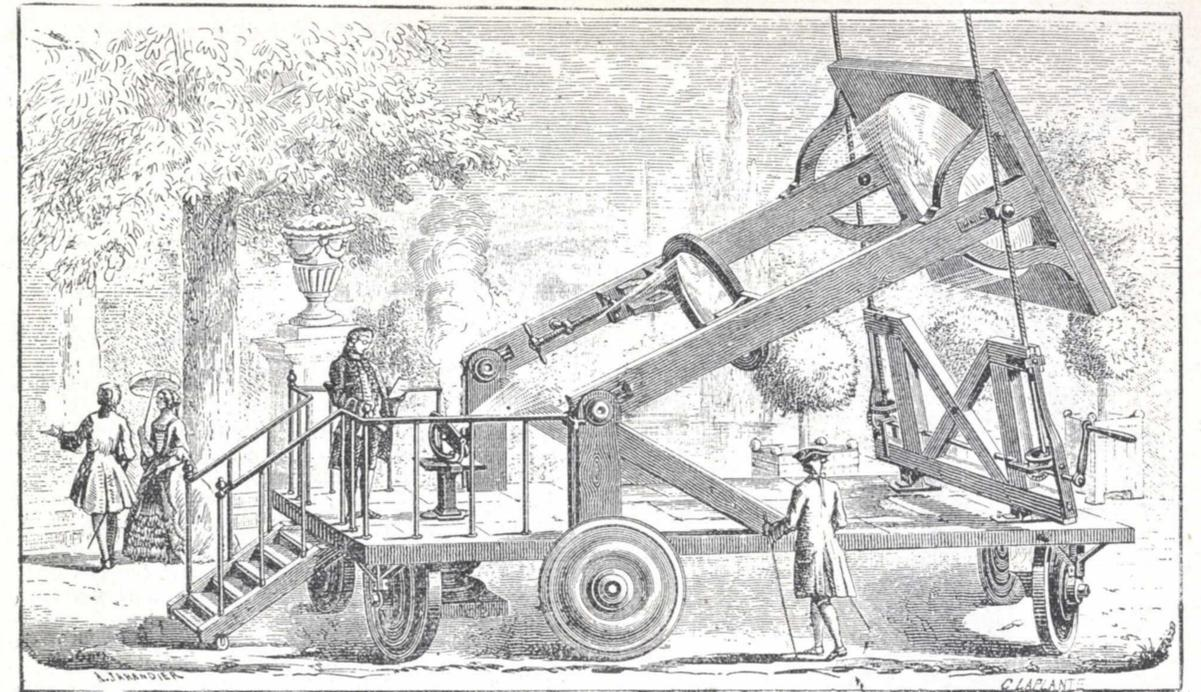

Fig. 1. — Gran lente costruita dal Bernières (dalle Opere di Lavoisier).
Cosicché, come si costruirono dei grandi specchi, si fece per le lenti, aiutandosi però con artifici. Mediante due dischi di vetro leggermente convessi riempiti d'acqua, il naturalista Buffon ottenne una gran lente. Anche il fisico Bernières e l'intendente Trudaine, ottennero, nello stesso modo, una lente di oltre un metro di diametro, ma invece di acqua adopraron alcool. Essi, concentrando il fuoco con un'altra lente di minor dimensione, riuscirono a fondere facilmente il ferro e ad intaccare il platino. La fig. 1, che è una riproduzione dalle opere del Lavoisier, dà un'idea dell'istrumento completo. Nel 1758, data memorabile per l'ottica, un inglese, l'ottico di origine francese Giovanni Dollond (1), riuscì a risolvere in modo semplice ed elegante il problema dell'acromatismo. Il principio dell'acromatismo non è, in complesso, che la distruzione delle colorazioni che accompagnano l'immagine di un oggetto data da un prisma, oppure da una lente. Occorre scoprire un sistema ottico che desse le immagini in luce bianca, esenti da iridescenze. Già vedemmo come Newton non fosse riuscito nell'intento. Mentre Euler scopriva che gli oggetti visti direttamente non appaiono affatto colorati, ecco la scoperta di Dollond: occorre ovviare all'*aberrazione di rifrangibilità* (2), cioè al difetto di convergenza proveniente dalla deviazione disuguale dei raggi semplici di cui la luce è composta; insomma, ricondurre gli stessi ad un comune fuoco. Per raggiungere tale intento, Dollond costruì due